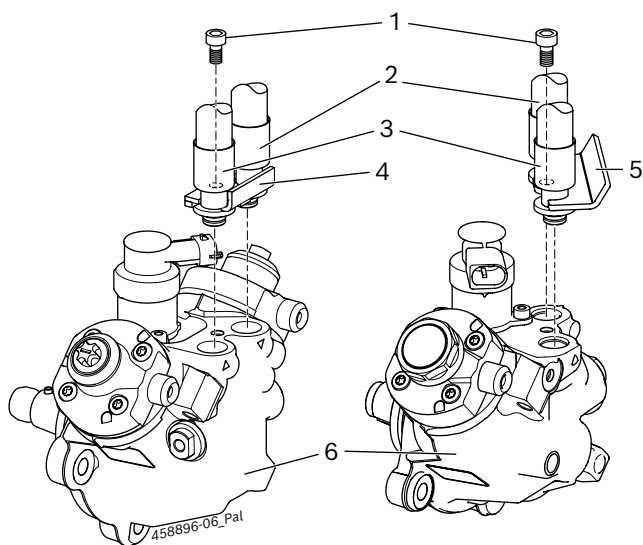

Рис. 4: Контрольное подключение CP4 с крепежным уголком
! Для подключения испытательного масла в CP4 используйте специальные насосные шлангопроводы 1 680 712 351 или 1 680 712 352. При помощи крепежного уголка 1 681 038 392 для соответствующего насоса (рис. 4, поз. 4) или крепежного уголка 1 681 038 430 (рис. 4, поз. 5) и винта с внутренним шестигранником M6 x 12 (рис. 4, поз. 1) шлангопроводы крепятся к CP4. Шлангопроводы, крепежный уголок и винт с внутренним шестигранником входят в комплект поставки в наборе деталей 1 687 016 125.
1. Подключить шлангопровод для подачи испытательного масла (рис. 4, поз. 2) к месту подключения подачи в CP4.
2. Подключить шлангопровод для возврата испытательного масла (рис. 4, поз. 3) к месту подключения возврата на CP4.
3. Закрепить оба шлангопровода при помощи крепежного уголка 1 681 038 392 (рис. 4, поз. 4) или крепежного уголка 1 681 038 430 (рис. 4, поз. 5) и винта с внутренним шестигранником M6 x 20 (рис. 4, поз. 1) на CP4.